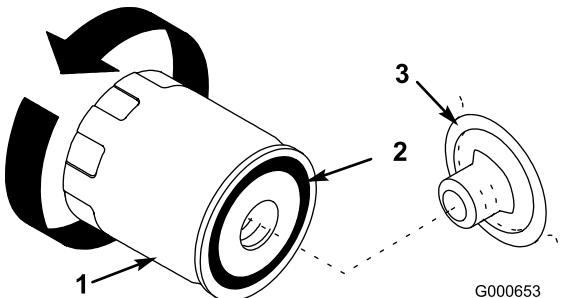

図 31
8. オイル・フィルタを外し、フィルタのアダプタ・ガスケットの表面をきれいに拭く（図 31）。
11. フィルタのガスケットにきれいなオイルを薄く塗る（図 31）。
12. アダプタに新しいフィルタを取り付ける。ガスケットがアダプタに当たるまで手でねじ込み、そこから更に 1/2 回転増し締めする（図 31）。